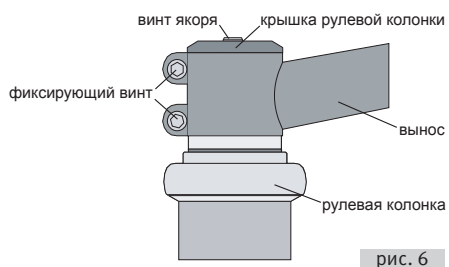

рис. 6
- 3.2.3. Выровняйте вынос относительно переднего колеса и затяните фиксирующие винты (8 Н/м) (рис. 6).